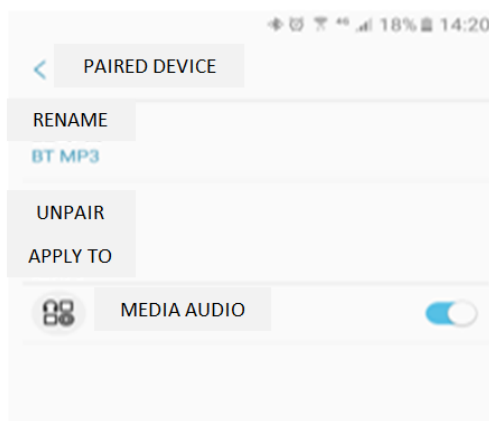

FIG. 3.7.5
- 4) Dacă nu a reușit să se conecteze cu unele telefoane mobile, este necesară modificarea setărilor Bluetooth ale acestora. Activați funcția audio multimedia. Conform FIG. 3.7.5.